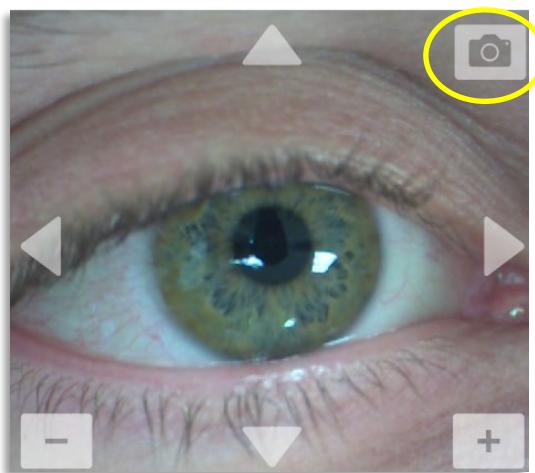

Bild 3-31. Bildtagning
- För att ta en bild väljer du kameraknappen uppe i det högra hörnet på ögonbilden, vilket visas på bild 3-31.